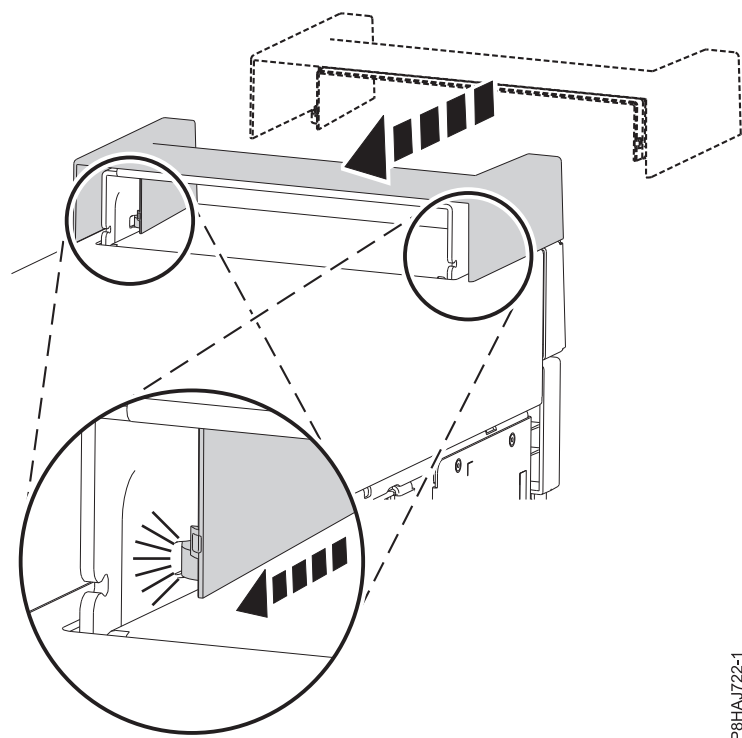

Figura 23. Fixar a tampa da pega num sistema autónomo 8286-41A
1. Fixe a tampa da pega à base de acoplamento interna RDX (FC EUA3) fazendo-a deslizar em direcção à parte posterior do sistema. Consulte a Figura 23.